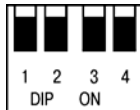

Рисунок 3.3 – Блок DIP-переключателей
- блок переключателей DIP-SWITCH (см. рисунок 3.3), предназначенных для конфигурирования последовательных портов и пользовательских приложений: переключатели 1 и 2 используются для выбора режима последовательного порта 1 (см. таблицу 3.2); переключатели 3 и 4 зарезервированы;